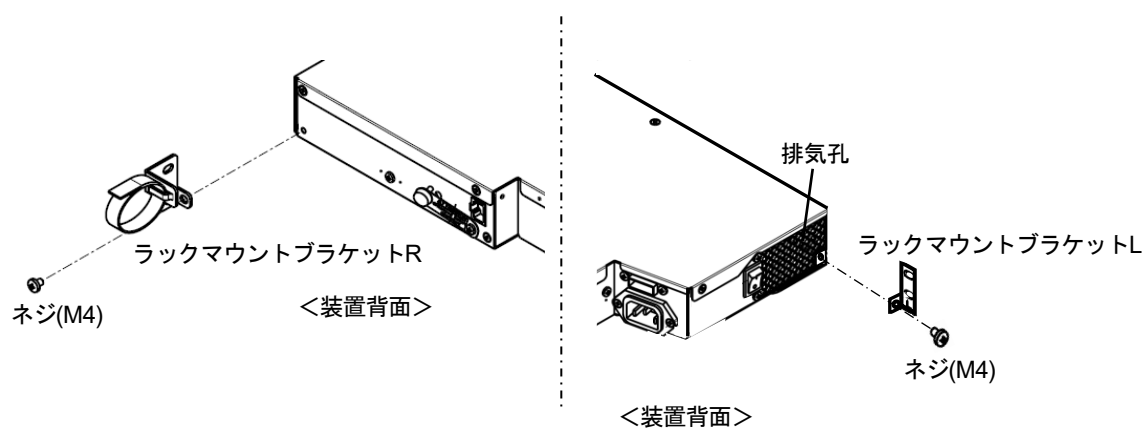

図 1-12 ラックマウントブラケット L/R の取り付け
- 2) ネジ(M4)を使用して L と R を本製品背面にラックマウントブラケット L と R を固定します。(図 1-12参照)